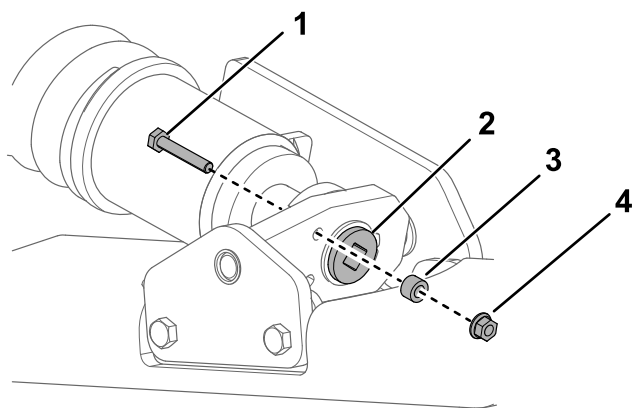
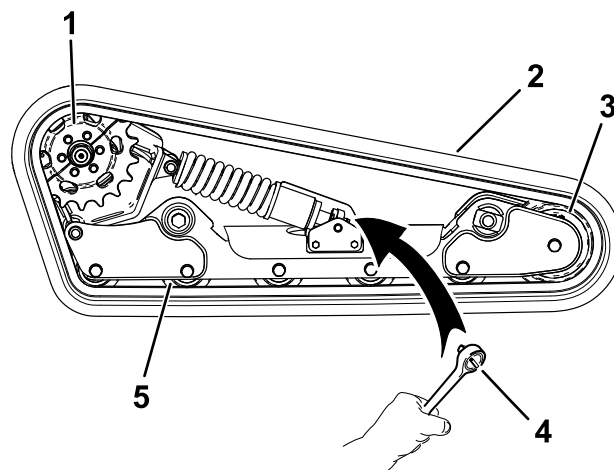

Figure 57
Figure 61
4. Enlevez le boulon de blocage, l'entretoise et l'écrou (Figure 57).
6. Alignez l'encoche la plus proche dans la vis de tension et le trou du boulon de blocage, et fixez la vis avec le boulon et l'écrou de blocage (Figure 57).
- Enlevez le boulon de blocage, l'entretoise et l'écrou (Figure 57).
- À l'aide d'une clé à cliquet de ½ po, tournez la vis de tension dans le sens horaire pour détendre la transmission (Figure 57 et Figure 61).
- Galet de roulement (5)
- Retirez les 3 boulons qui fixent la moitié de pignon qui n'est pas engagée sur la chenille (Figure 61).
14. Enroulez la chenille neuve autour de la roue avant, puis autour du moyeu d'entraînement sur le côté sans pignon (Figure 61).
15. Poussez la chenille sous et entre les galets de roulement, puis enroulez-la autour du cadre (Figure 61).